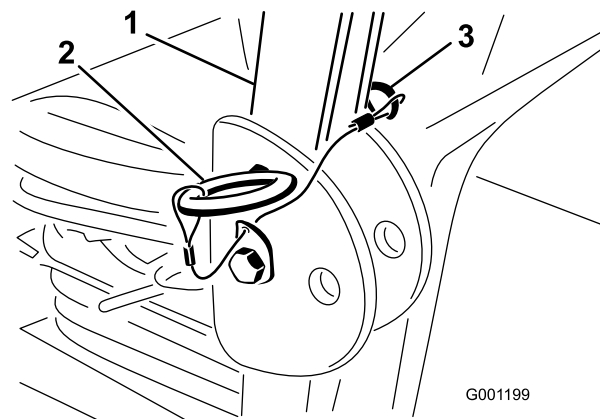

Figura 30
1. Para bajar la barra anti-vuelco, retire los pasadores de horquilla y retire los dos pasadores (Figura 30).
3. Instale los dos pasadores y fíjelos con los pasadores de horquilla (Figura 30).
4. Para elevar la barra anti-vuelco, retire los pasadores de horquilla y retire los dos pasadores (Figura 30).
5. Eleve la barra anti-vuelco a la posición vertical, instale los dos pasadores y fíjelos con los pasadores de horquilla (Figura 30).